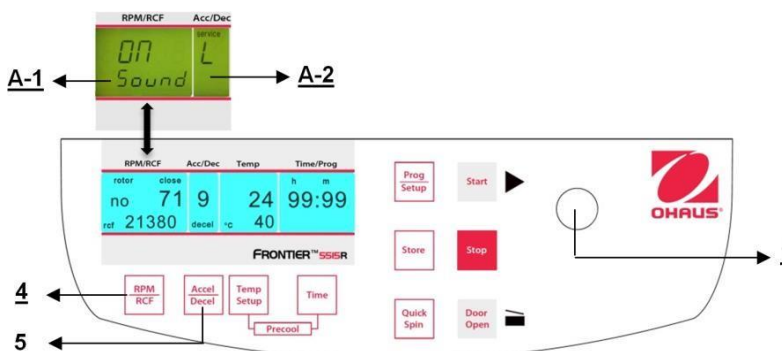

Figure. 36
Poursuivre conformément à la description du paragraphe 4.1. 1 pour entrer dans ce mode de programme et appuyer ensuite sur la touche **"Accel/Decel"** (5). Sur l'affichage **"Acc/Dec"** (A-2), le mot **"Service"** clignote. Sélectionner maintenant la lettre **"U"** avec le bouton de réglage (1). Ceci entraîne l'apparition des mots **"Vol=0-9/Sound"** sur l'affichage **"RPM | RCF"** (A-1). Après avoir appuyé sur la touche **"RPM | RCF"** (4), l'utilisateur peut régler le volume désiré entre 0 (faible) et 9 (fort) avec le bouton de réglage (1) (voir la figure 36).